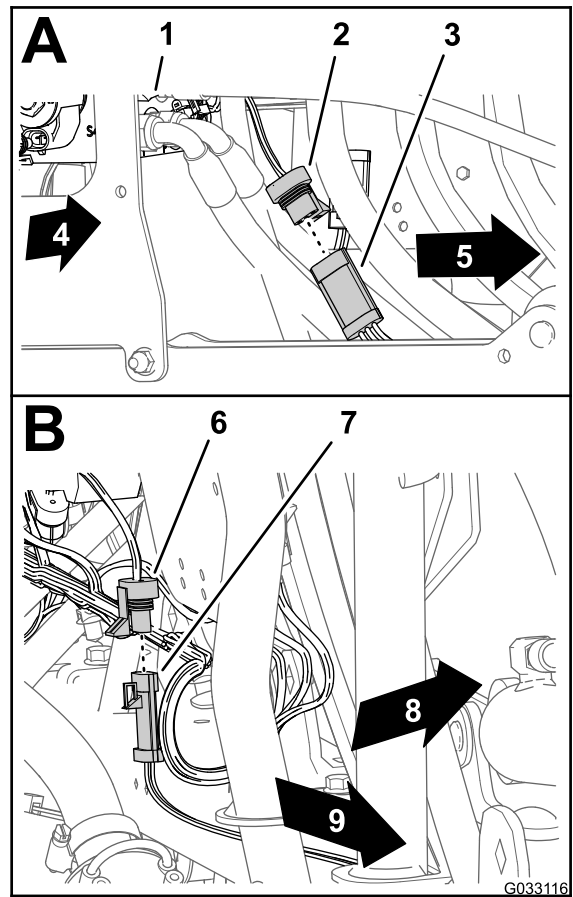

Bild 178
- Schließen Sie den 3-Buchsen-Stecker des Kabelbaums für den Sonic Boom am 3-Stift-Stecker des Kabels für den linken Ultraschallsensor an (Bild 178).
- Schließen Sie den 3-Buchsen-Stecker des Kabelbaums für den Sonic Boom am 3-Stift-Stecker des Kabels für den rechten Ultraschallsensor an (Bild 178).